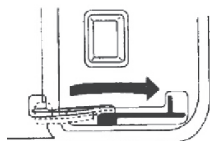

Рис. 8
6. Переведите рычаг заслонки в исходное положение (Рис. 8).